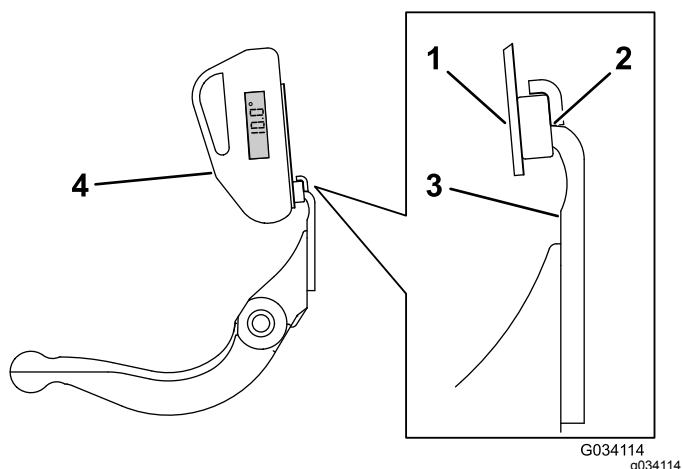

図 28
3. 傾斜計マウントのマグネットのエッジがベッドナイフのエッジに密着するように、ベッドナイフのエッジに傾斜計マウントをセットする図 28。
4. 図 28 に示すようにマウントに傾斜計を取り付ける。